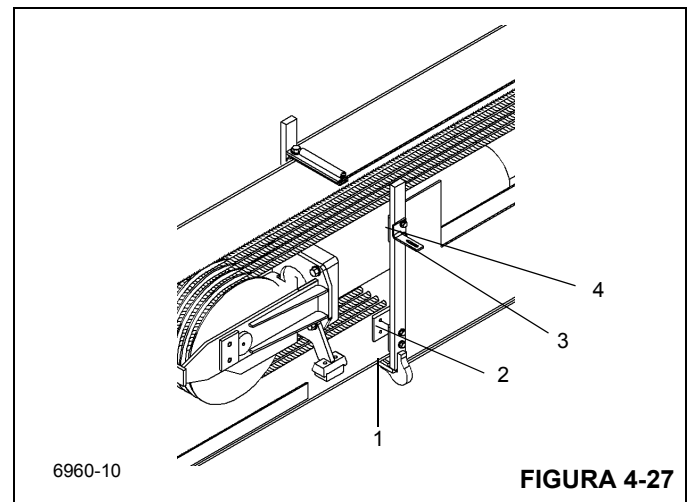

FIGURA 4-27
10. Levante la parte delantera de la sección de extremo e instale las almohadillas de desgaste delanteras inferiores (1) (Figura 4-27) en las cavidades de la sección central exterior.
11. Instale las almohadillas de desgaste laterales superiores (4) e inferiores (2) en la sección central exterior usando dos tornillos en cada una. En la parte superior izquierda, fije la escuadra de montaje (3) con el tornillo de la almohadilla de desgaste superior (Figura 4-27). Coloque los suplementos en las posiciones observadas durante el desarmado.